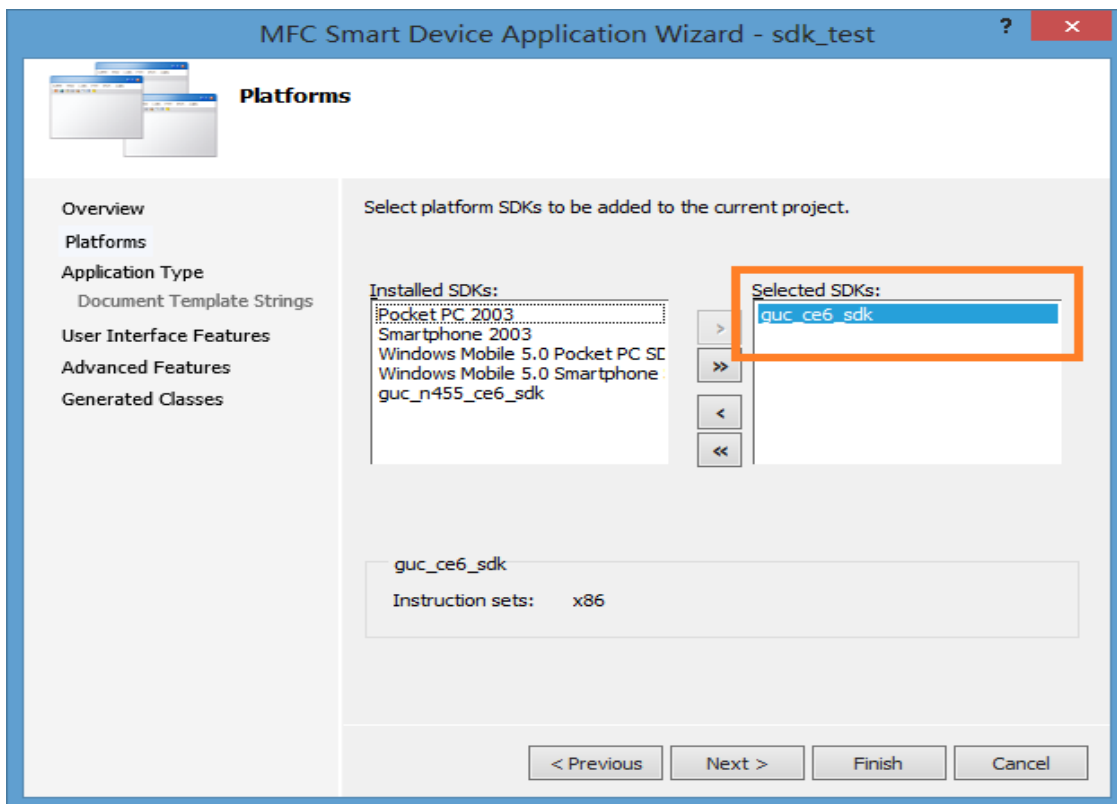

图 5-4 目标机平台
- 对于 MFC 类型的工程，在新建工程的 Wizard 过程中，需要选择开发平台，请添加 guc_ce6_sdk(GEM、GTC、GUC 与 GUS 所使用 sdk 通用)平台,如图 5-4 工程建立后，编译成功后，开始配置调试环境。